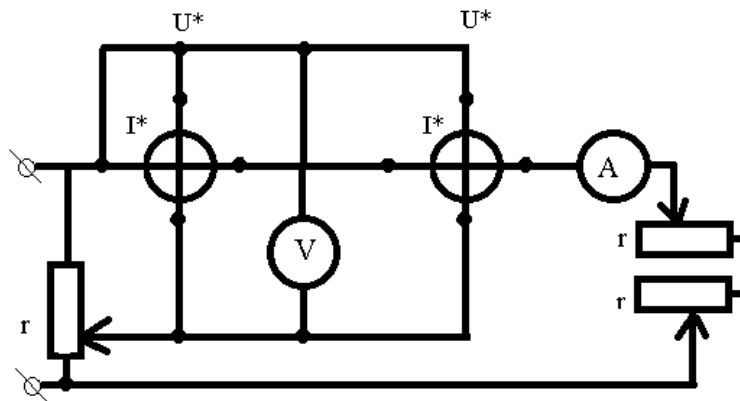

Рис. 9
1. Выбираем схему, в которой возможно регулировать как ток, так и напряжение (рис. 9).
Подбираем сопротивление двух реостатов  $r_1$  и  $r_2$  (см. рис. 9) так, чтобы обеспечить возможность получения сопротивления 240 ом при токе 5 а.